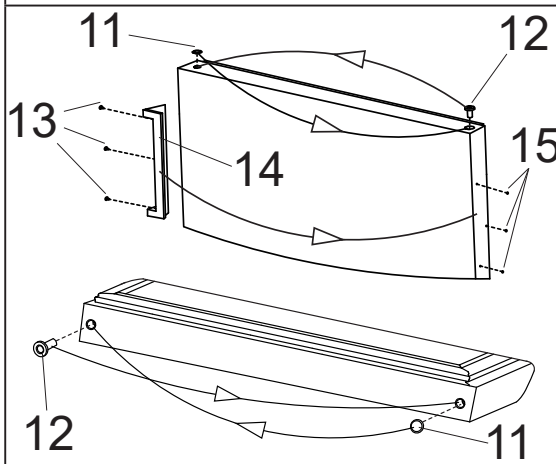

Рисунок 7
5. На верхней и нижней стороне двери перестановите заглушку 11 и втулку 12 местами (см. рис. 7). Крестовой отверткой выкрутите винты 13 ручки 14, снимите заглушки 15 (см. рис. 7) и установите их на противоположную сторону. Ручку 14 установите на противоположную сторону (см. рис. 7).